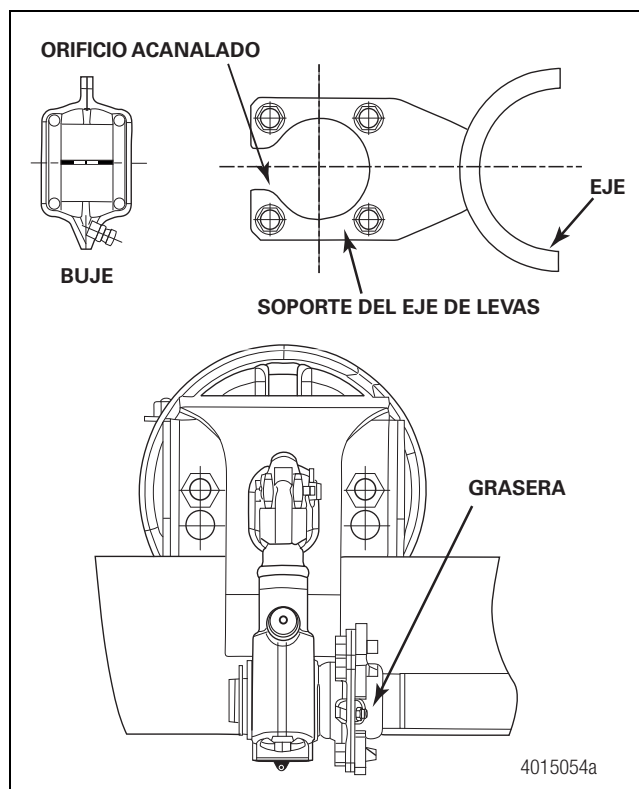

Figura 11.9
- El diseño actual de producción consiste en un buje con una grasería recta instalada sobre un soporte de eje de levas con un orificio acanalado. Una vez armada, la grasería se orienta en dirección opuesta al ajustador de freno. Figura 11.9.